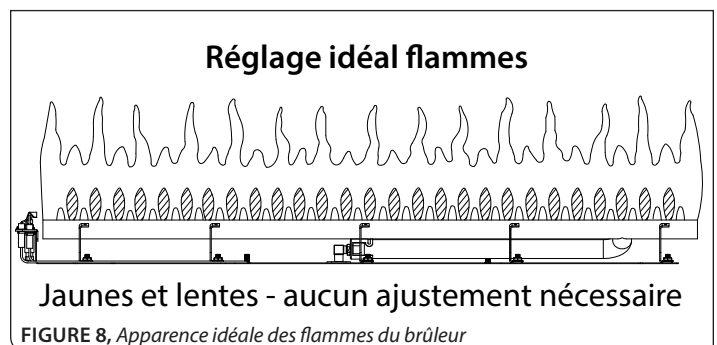

FIGURE 8, Apparence idéale des flammes du brûleur
- Step 5: Light the pilot and burner. Visually check the main burner flame appearance (**FIGURE 8**) for proper ignition and operation of the fireplace. Refer to the installation manual for complete adjustment procedures.
Étape 5: Allumez la veilleuse et le brûleur. Vérifiez visuellement l'apparence des flammes du brûleur (FIGURE 8), qu'elles allument correctement et que le foyer fonctionne bien. Voir le manuel d'installation pour les procédures de réglage détaillées.